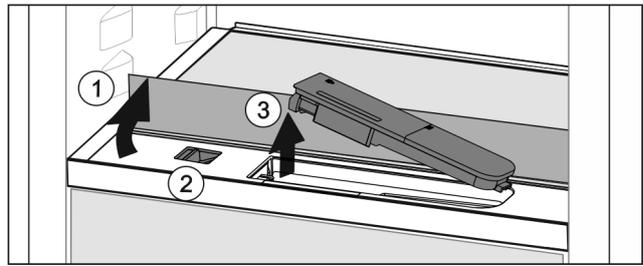

Fig. 42
- ▶ Glasplatte anheben und bis zum Anschlag nach hinten klappen Fig. 42 (1).
- ▶ Schieber Fig. 42 (2) nach links schieben.
- ▶ Wassertank entnehmen Fig. 42 (3).